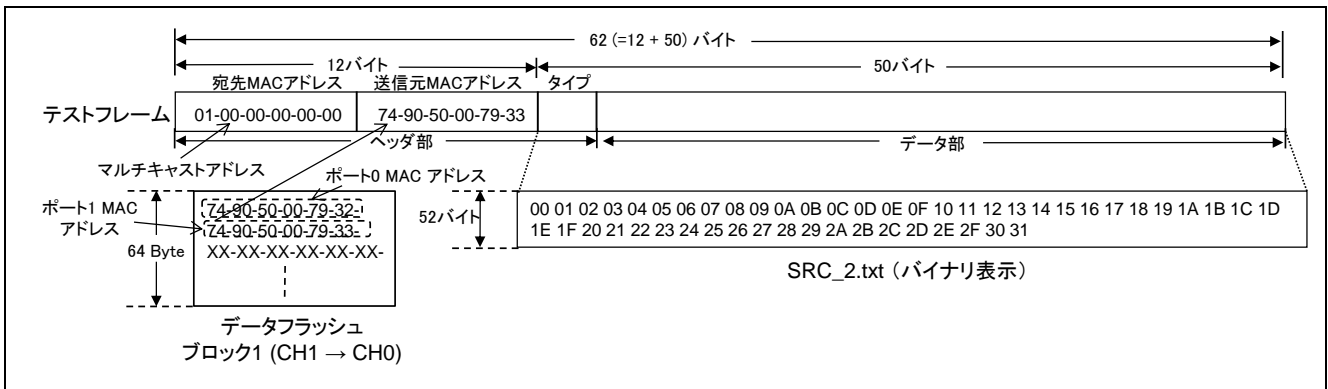

図3.3 フレームフォーマット
転送するフレームフォーマットをMACアドレスと関連付けて図3.3で説明します。ここで、テストデータはSRC_2.txtを使用し、フレームの転送方向をCH1からCH0とした場合とします。また、選択値0 (MUL_IDX=0)により選択したマルチキャストアドレスを使用した場合とします。RSKボード2のポート0のMACアドレスは、データフラッシュのブロック1の最初の6バイト(アドレス:0x0010_0040-0x0010_0045)、RSKボード2のポート1のMACアドレスは、データフラッシュのブロック1の次の6バイト(アドレス:0x0010_0046-0x0010_004B)にそれぞれ書き込まれています。
- (1) CH1 のマルチキャストフレームフィルタ機能を設定します。
- (2) テストフレームとして転送するテストデータを USB ホスト経由で USB メモリから読み出します。
(3) データフラッシュから MAC アドレスをロードします。
(4) 図 3.3に示したテストフレームを生成します。
(5) ポート 1 からフレームを送信します。
- (6) FFLTR 設定に従いテストフレームを受信する、または、受信しない動作をします。
(7) テストフレームを受信した場合、それを中継し、CH0 から送信します。
- (8) 中継フレームを受信します。
(9) MTU3 によりフレームの転送時間を測定します。
(10) フレームとして転送された受信データを USB メモリに書き込みます。
(11) USB メモリからの読み出し、転送時間測定を含むフレーム転送、USB メモリへの書き込みを設定された試行回数だけ繰り返します。その後、USB メモリへフレーム転送時間の測定結果を書き込みます。